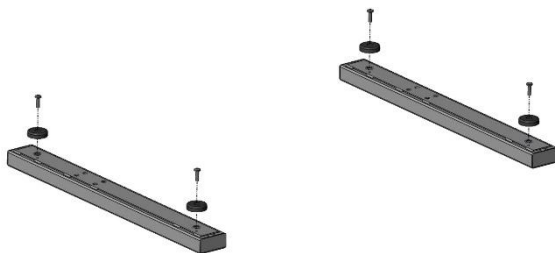

Рис.2 Установка резиновых опор
1. К опорам прикручиваем резиновые ножки Adam Hall 38мм с помощью Винт М6х20 DIN7985 (Рис. 2).